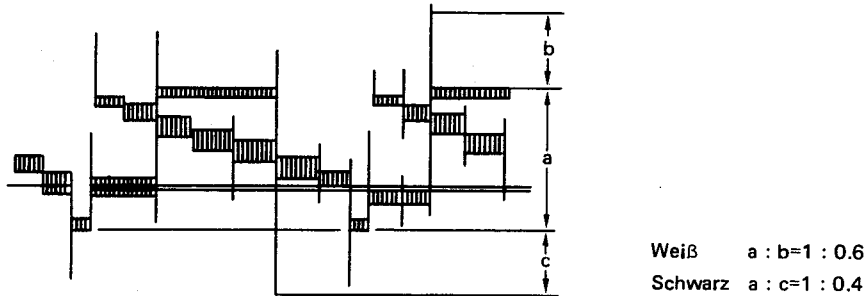

Abb. 3-7
3. VR2H2 (Weißbegrenzer) und VR2H1 (Schwarzbegrenzer) auf der Y/C-Schaltplatine so einstellen, daß das Überschwings an den positiven Kanten (weiß) und das Unterschwingen an den negativen Kanten (schwarz) 60% bzw. 40% des normalen Signalpegels entsprechend Abb. 3-7 betragen.